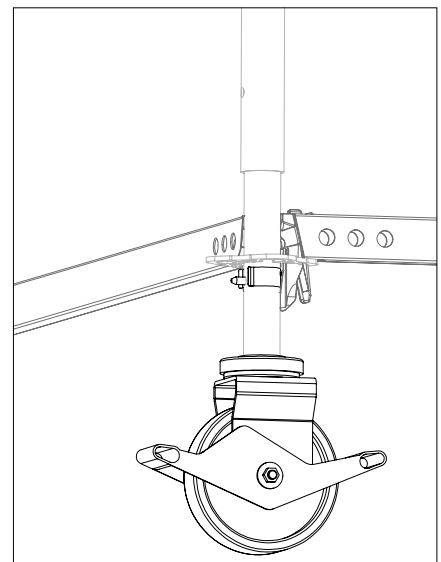

Abb. A1.14a
3. Horizontalriegel so montieren dass der Keil an der Seite der Spannfeder liegt. Sonst kollidiert dieser mit dem Bolzen. (Abb. A1.14a)